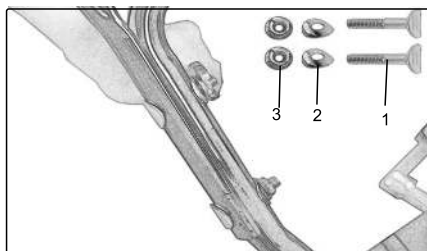

Рис. 2
•Используйте два винта М8х40 (1), две шайбы (2) и две плоских (3) для крепления рукоятки на корпусе снегоуборщика с правой стороны. (рис. 2)